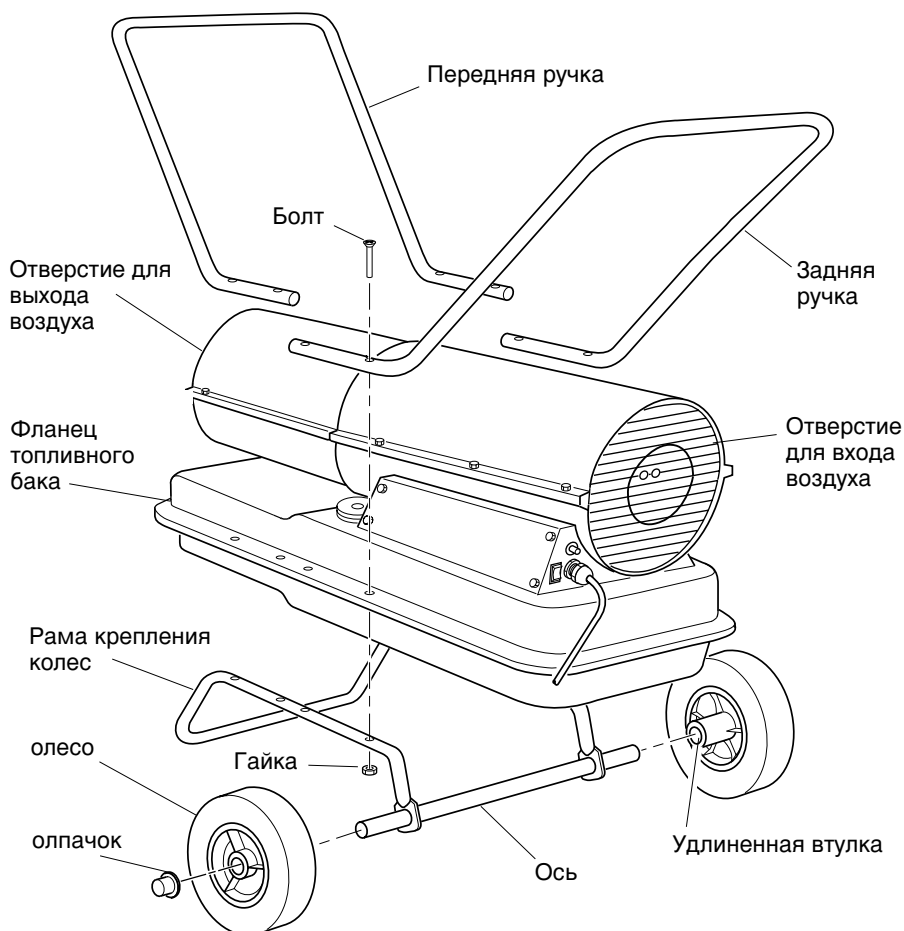

Рис. 3. Сборка колес и ручек; только для нагревателей мощностью 29 и 44 кВт
1. Вставьте ось в раму крепления колес. Наденьте колеса на ось. **ВАЖНО!** При установке колес удлиненные стороны втулок должны быть направлены к раме крепления колес (см. рис. 3).